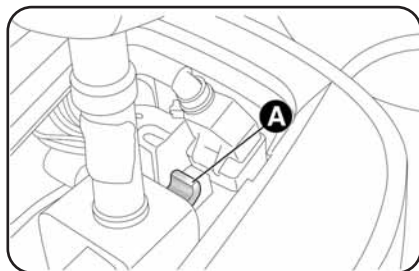

fig. 5
*Nel caso di batteria scarica, per lo sblocco della leva è necessario rimuovere la cuffia e agire sulla levetta A-fig. 5.*